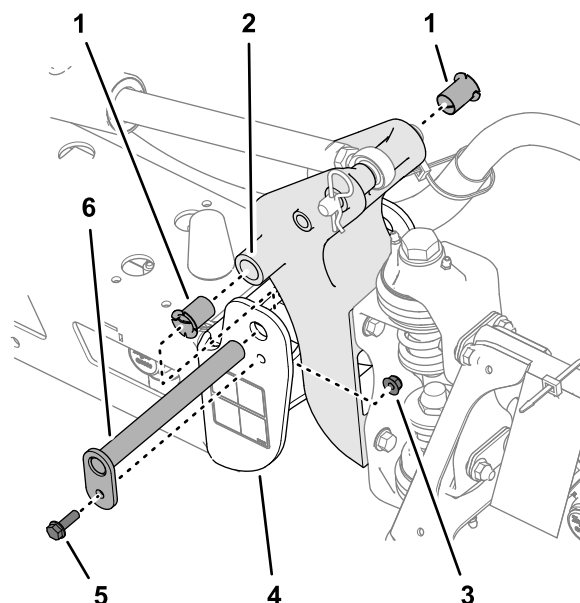

図 115
5. ナイロンブッシュを取り外し、ピボットブラケットの前面および後面側から見て点検する 図 115。
6. 各ナイロンブッシュに少量のオイルを塗ってピボットブラケットに取り付ける 図 115。
7. ピボットブラケットの穴を、エンドチャネルの穴に合わせる 図 115。
3. ピボットピンを固定しているボルトとナットを外してピンを取り外す 図 115。